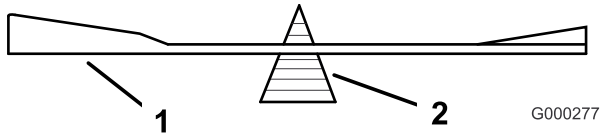

Bild 57
2. Überprüfen Sie die Auswuchtung des Schnittmessers auf einer Ausgleichmaschine (Bild 57). Wenn das Schnittmesser in seiner horizontalen Position bleibt, ist es ausgewuchtet und kann wieder verwendet werden. Feilen Sie, wenn das Schnittmesser nicht ausgewuchtet ist, vom Flügelbereich des Messers etwas Metall ab (Bild 57). Wiederholen Sie diesen Vorgang, bis das Messer ausgewuchtet ist.